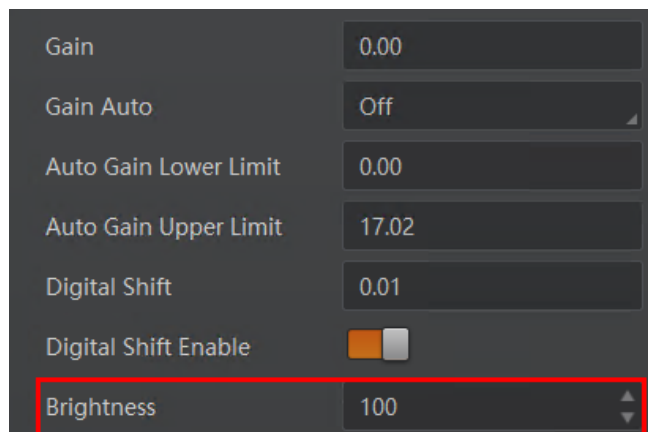

图11-24 亮度设置
2. 在 *Analog Control* 属性下，设置参数 *Brightness* 的值，如图 11-24 所示。亮度参数范围为 0 ~ 255。